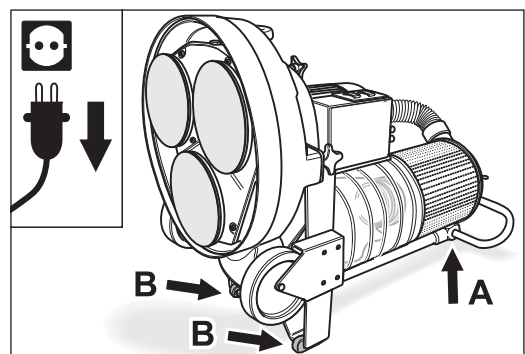

Fig. 36 Basculez la machine vers l'arrière pour pouvoir accéder aux disques. **Veillez à ce que la machine soit stable !**
- 4 Rabattez la machine vers l'arrière avec précaution en la tenant par l'étrier de maintien jusqu'à ce que la machine soit posée sur le tube de guidage et sur les deux protège-chutes (fig. 36). **Veillez à ce que la machine soit stable !**